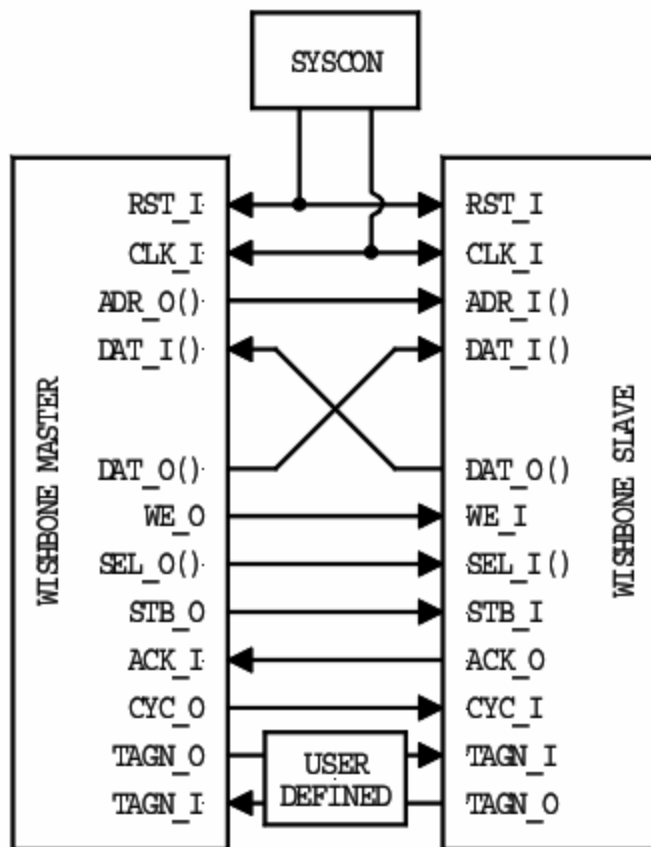

图 1-1 Wishbone 的 Point to Point 互连结构
- 点到点 (Point to Point) (图 1-1)，用于两 IP 核直接互连；